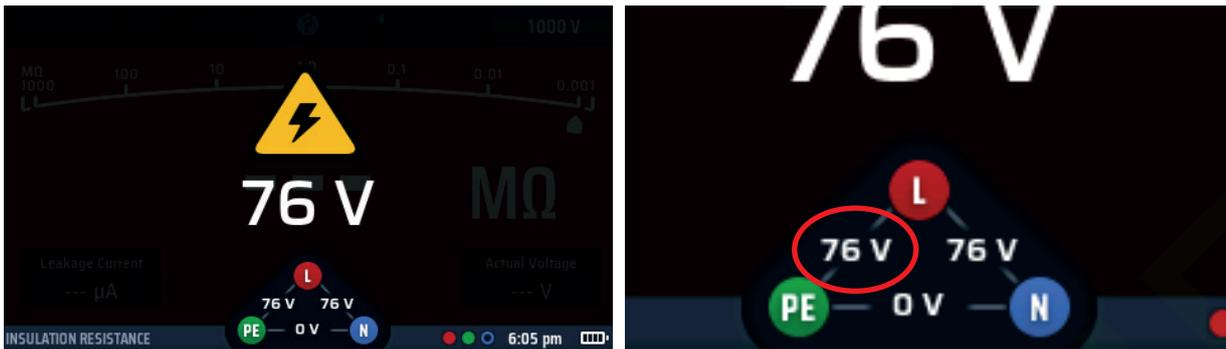

Fig. 22: Pantalla de advertencia de circuito con tensión
- Si ha seleccionado una medida de aislamiento y conecta los cables de medida a un circuito que transporta una tensión superior al límite de tensión presente, en la pantalla parpadea un símbolo de aviso de rayo, se emite una advertencia acústica y aparece el widget de tensión, como se indica a Fig. 22 e 23.